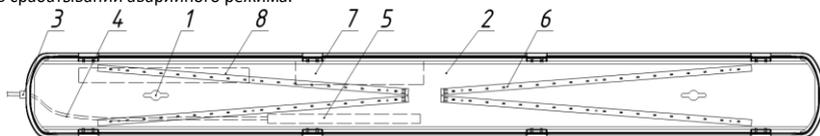

Рисунок 2 — Конструкция светильника Geniled ЛСП.
3.3. Светильник Geniled ЛСП состоит из основных частей (см. рисунок 2):
- 5.5. Снимите стальную пластину. Для этого переведите поворотные держатели 1 в необходимое положение (Рисунок 2, п.1).
- 5.7. Проведите кабель питания через герметичный уплотнитель (Рисунок 2, п.3) внутрь корпуса и подключите к клеммной колодке светильника: